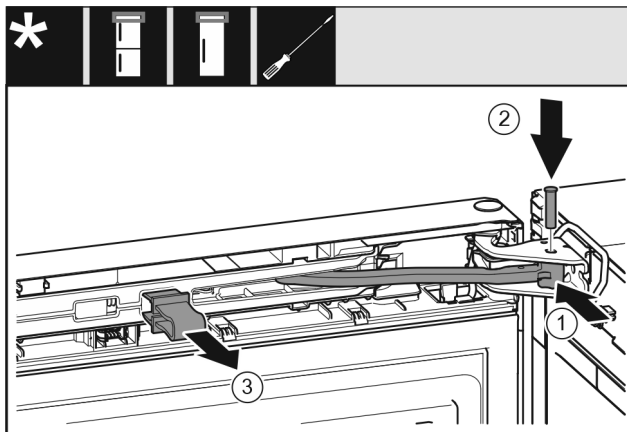

Fig. 21
- ▶ Rrotulloji menteshën në drejtimin e bazamentit mbështetës. *Fig. 21 (1)*
- ▶ Futni bulonat në bazamentin mbështetës dhe në menteshë. Këtu bëni kujdes që gungat e kapjes të futen saktësisht në kanale. *Fig. 21 (2)*
- ▶ Hiqni siguresën. *Fig. 21 (3)*